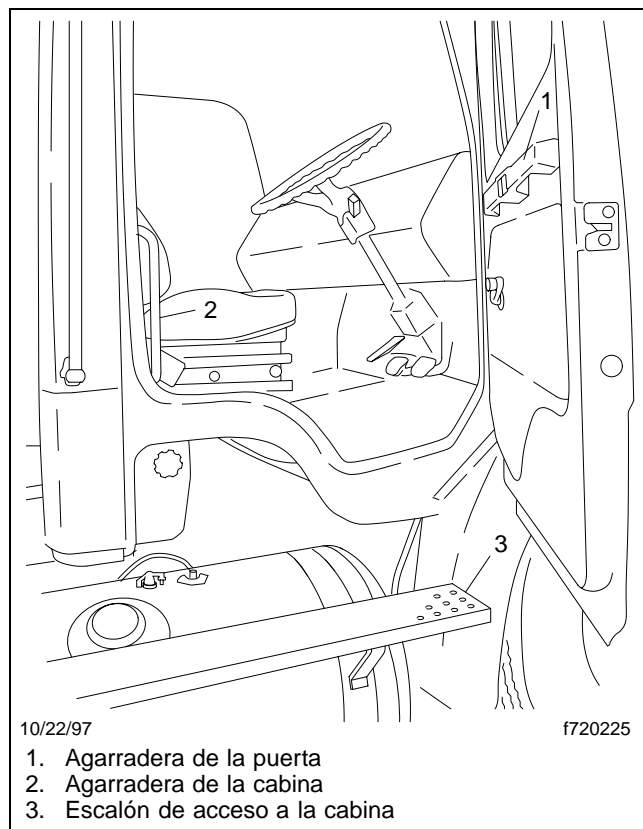

Figura 2.4, Agarradera y escalón de acceso del conductor (vehículo con volante a la derecha)
4. En vehículos con volante a la derecha equipados con un solo escalón de acceso, haga lo siguiente (vea la **Figura 2.4**):